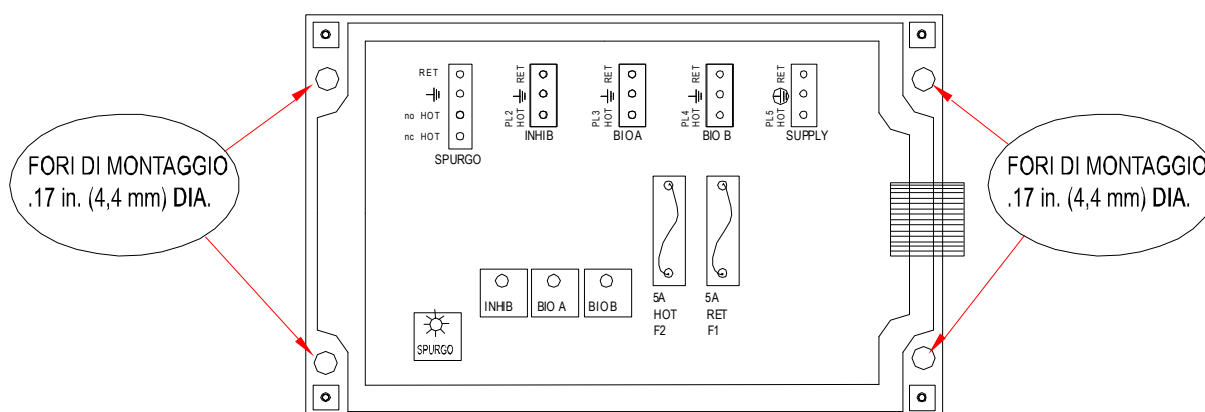

Fig. 3
Montare la metà inferior del controller servendosi dei quattro (4) fori in dotazione (Fig. 3).